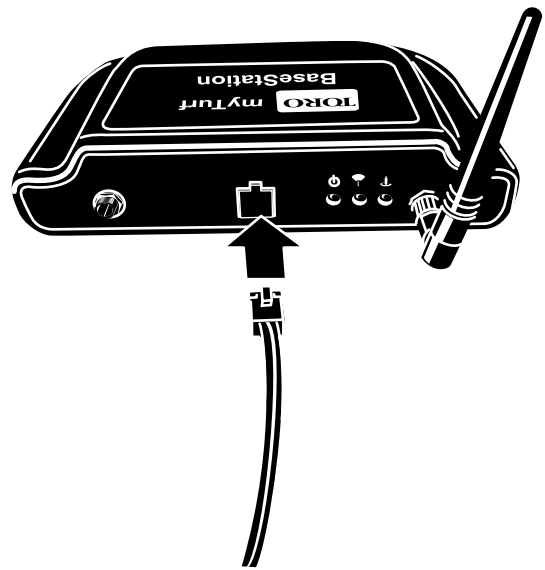

Figura 7
3. Ligue uma extremidade do cabo ethernet à estação base e a outra à ligação Internet dedicada (Figura 7).